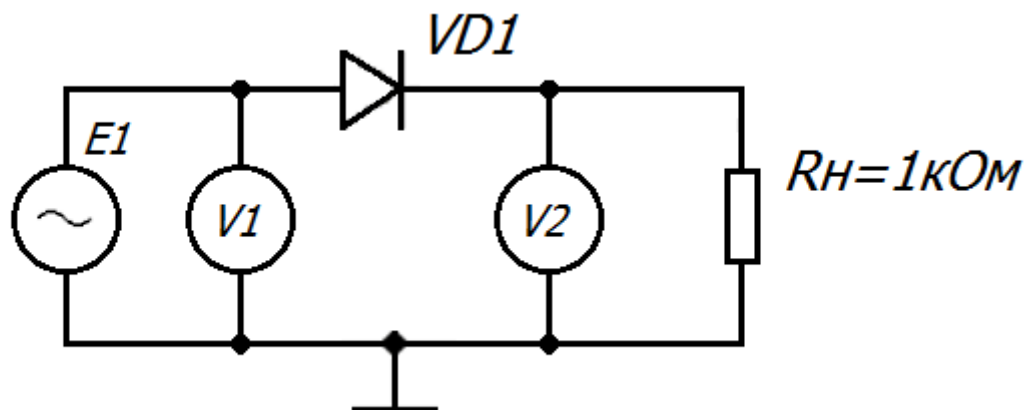

Рисунок 11 – Принципиальная схема однополупериодного выпрямителя при прямом включении диода
4.4.1. Собрать схему однополупериодного выпрямителя, вставив в стенд исследованный кремниевый или германиевый диод (рисунок 11).